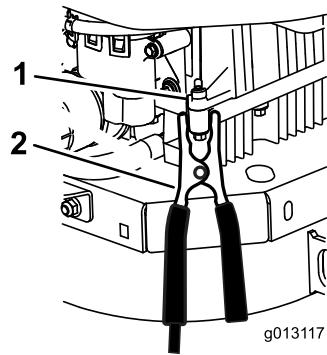

Figura 60
- Haga la conexión final al bloque motor del vehículo que no arranca (NO al borne negativo de la batería) en un punto alejado de la batería, y apártese (Figura 60).**